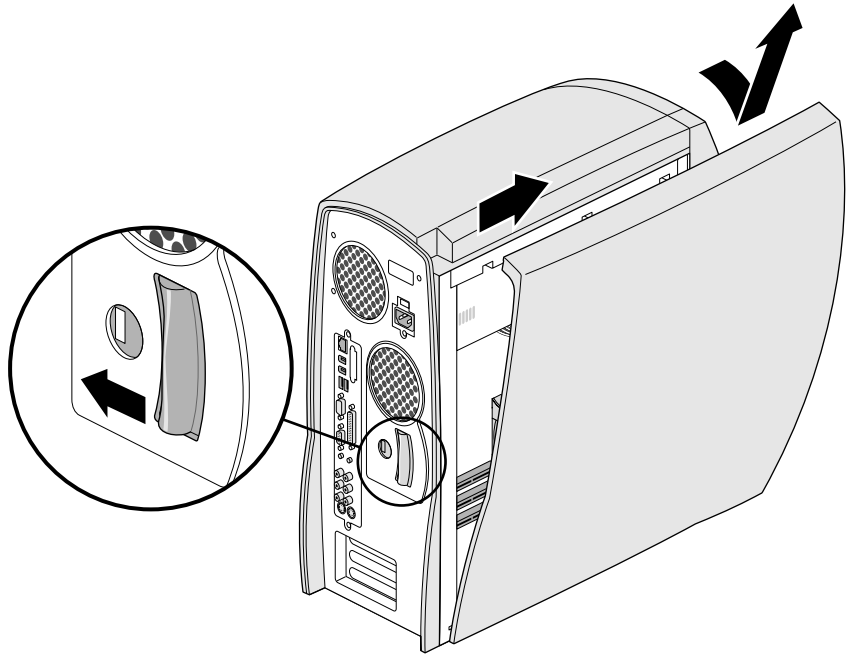

Abbildung 2-1 Abnehmen der Seitenverkleidung
1. Drücken Sie die Verriegelung auf der Rückseite des Systems wie in Abbildung 2-1 dargestellt nach links, um die Verkleidung zu lösen.